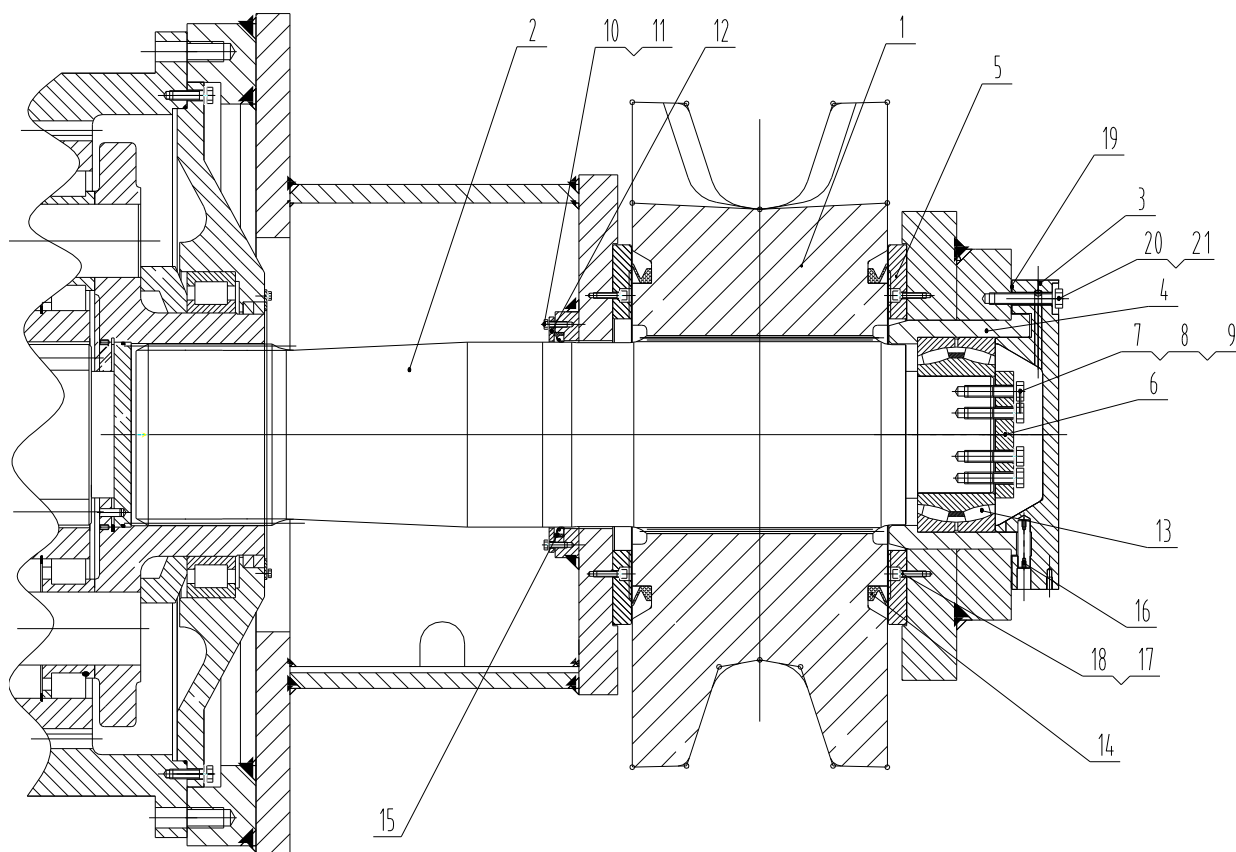

Рисунок 12-21. Установка ведущего колеса и ведущего вала
- Проверяются детали на наличие износа и поломок (см. рисунок 12-21);
7. Снимите болты, прокладки, установочные штифты, шайбы с заслонки конца вала, снимите ее и ее прокладки (см. рисунок 12-21);
Сборка и монтаж ведущего колеса и ведущего вала производятся следующим образом (см. рисунок 12-21)